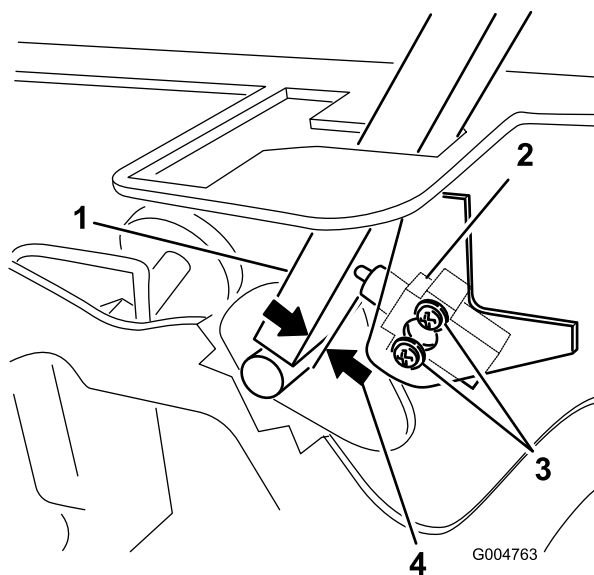

Figure 59
3. Desserrez les 2 vis de fixation du contacteur de sécurité (Figure 59).
4. Maintenez le levier de commande contre le cadre et rapprochez le contacteur du levier jusqu'à ce qu'ils soient espacés de 0,4 à 1 mm (0,015 à 0,045 po) (Figure 59).